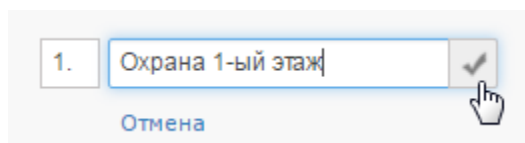

Рисунок 9.29 — Добавление раздела
- Укажите номер раздела и его название (рисунок 9.29). Нажмите на кнопку .